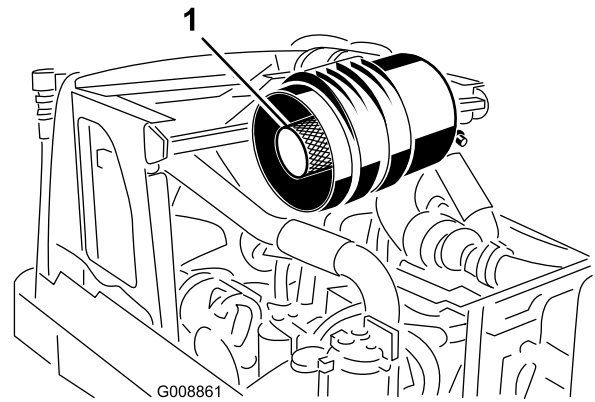

Figure 58
**Important:** N'enlevez pas l'élément de sécurité. N'essayez jamais de nettoyer l'élément de sécurité (Figure 58). Remplacez-le une fois sur trois, quand vous effectuez l'entretien du préfiltre.